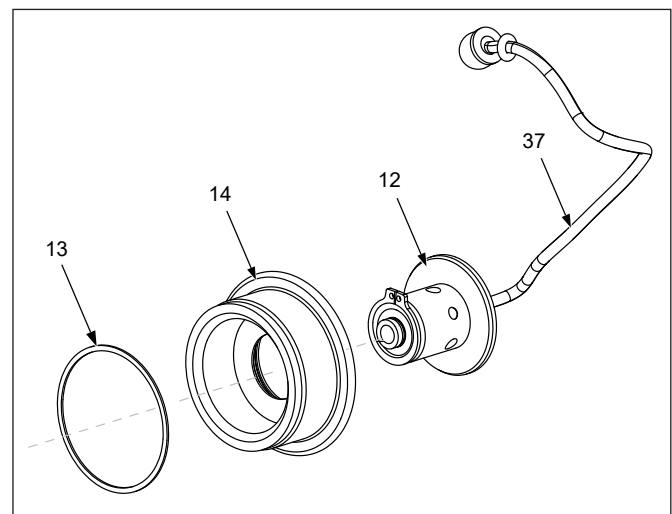

Figure 17 : Vue éclatée du carré conducteur
1. Appliquez de la graisse à base de silicone sur tous les composants, à l'exception des deux vis de la plaque (35).
2. Remontez le ressort (16), l'ergot de retenue (15) et la vis sans tête (10) en appliquant une petite quantité de produit d'étanchéité Loctite 222 sur la vis sans tête avant d'installer l'ensemble sur la plaque de retenue (24).
3. Placez la plaque de retenue (24) sur le corps du bras de réaction (2), appliquez une petite quantité de produit d'étanchéité Loctite 243 sur les orifices de montage filetés avant d'insérer les vis de la plaque (35).
4. Réinstallez le mousqueton (38) en le fixant avec l'anneau de levage s'il a été déposé. Vous devez appliquer du produit d'étanchéité Loctite 222 sur le filetage de l'anneau de levage lors de l'assemblage.
5. Installez le câble (36) à l'arrière du manchon du piston. Faites glisser le bras de réaction (2) sur le corps de la clé (1) en insérant l'extrémité du câble (36) dans la plaque de retenue (24) et vissez l'écrou hexagonal sur l'extrémité du câble (36) pour fixer.
7.2.5 Démontage et remontage du bouton de déblocage du carré conducteur (figure 17)